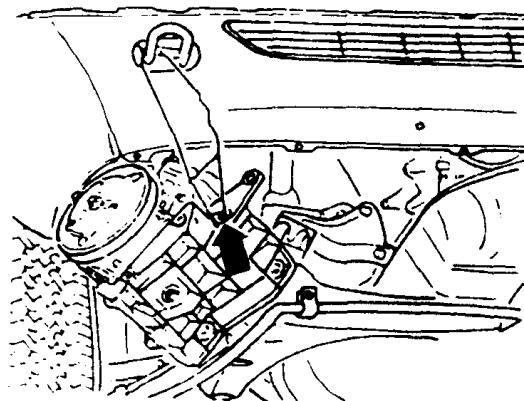

图 1-3 将空调压缩机固定在车身上
(6) 将发动机上与电子控制系统相关联的线接头全部拆卸（包括分电器上的中心高压线），并移开线束。
(7) 拆下并移开所有与发动机上相连接的真空管、油管，并用清洁布料（不会脱丝的织布）堵住各管口。
(8) 拆下散热器支架，取出散热器、风扇及护风罩整体。
(9) 拧松发电机张紧支架螺栓和空调压缩机架螺栓，卸去传动带。
(10) 拆下空气滤清器及管道，并用清洁布料盖住进气管口。
(11) 将空调压缩机从发动机上卸下，注意不要拆开或分离各管道，而应将压缩机和管道一起移在车身一侧用软线缚住，如图 1-3 所示。